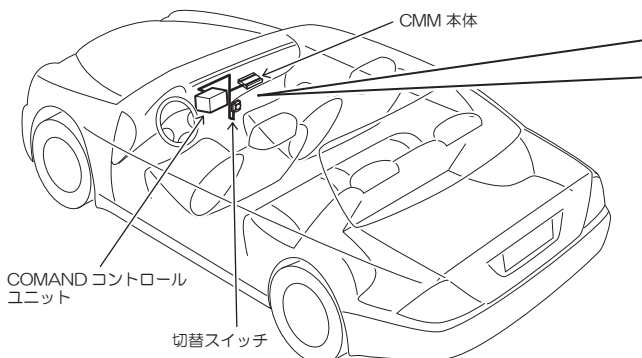

図1 (コネクタの脱着)
- ① 図1を参照し、黒色コネクタに差し込まれている黒色12Pコネクタをコネクタから抜きます。